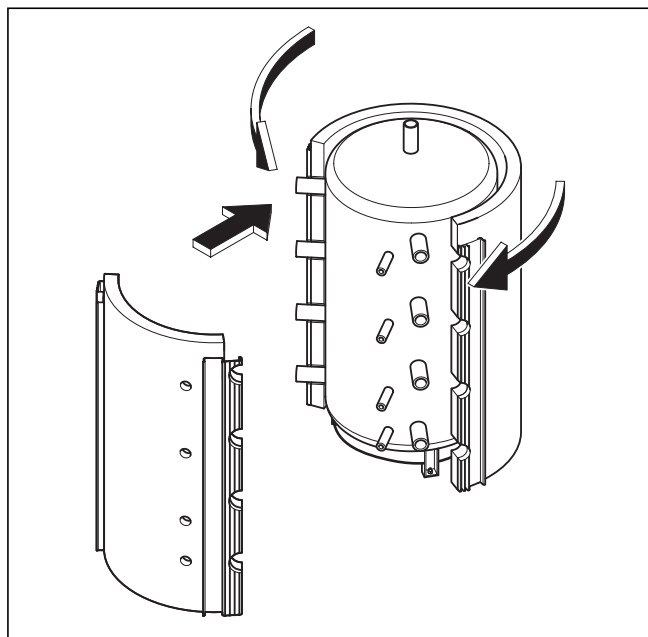

Bild 4.8 Montera isoleringshöljen
- Vik det stora (främre) isoleringshöljiet runt akkumulatörhöljiet framifrån, se bild 4.8.